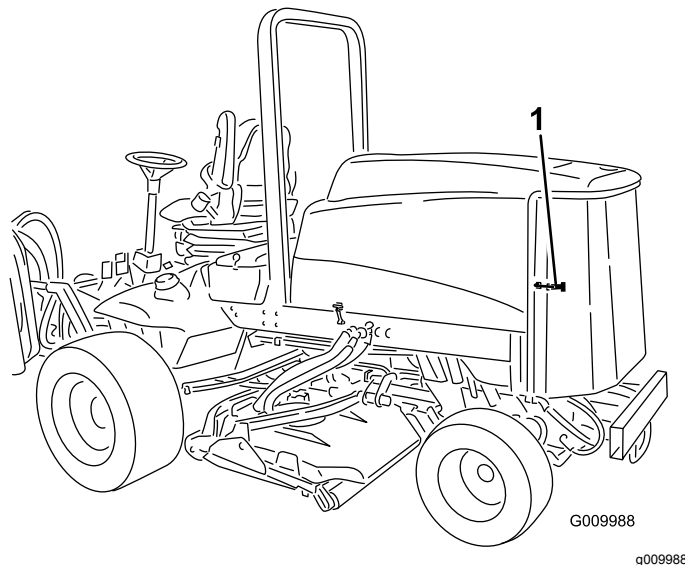

Figura 55
1. Sbloccate la griglia posteriore ed apritela (Figura 55). Ripulite accuratamente la griglia da tutti i detriti.